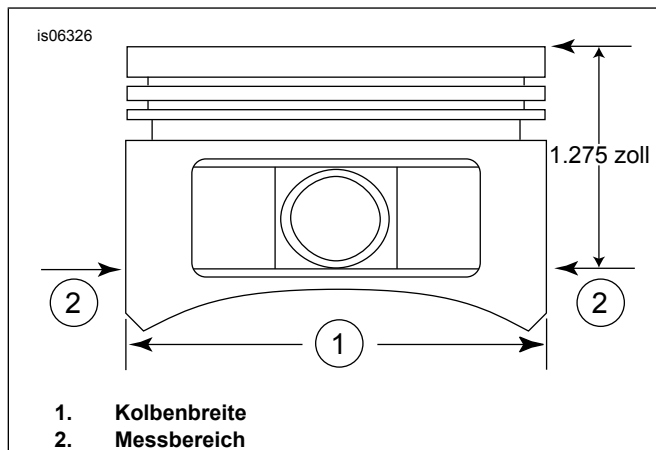

Abbildung 2. Kolbenmessungen
5. Siehe Abbildung 2 >. Die Kolbenbreite (1), 90 Grad horizontal von beiden Seiten des Kolbenbolzenlochs und 32,38 mm (1,275 in) unterhalb der Kolbenbodenfläche (2) messen. Die Passung zwischen Kolben und Zylinder an dieser Stelle aus Tabelle 11 ablesen.